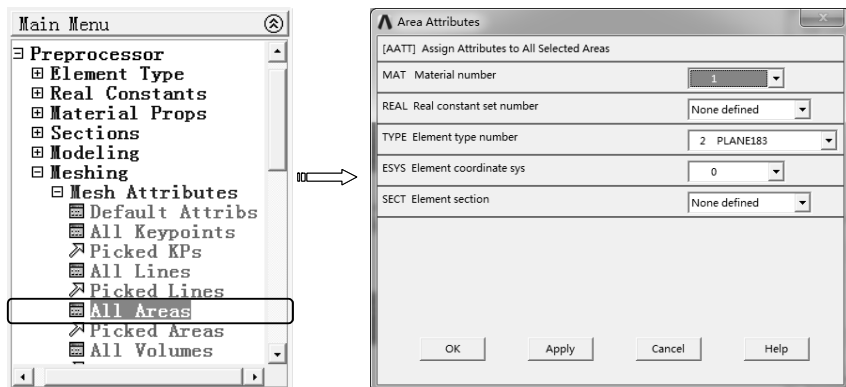

图 7-139 设置面单元类型
2) 选择“Main Menu>Preprocessor>Meshing>Mesh Attributes>All Areas”命令,弹出“Area Attributes”对话框,在“Element type number”下拉列表中选择“2 PLANE183”,单击“OK”按钮完成,如图 7-139 所示。